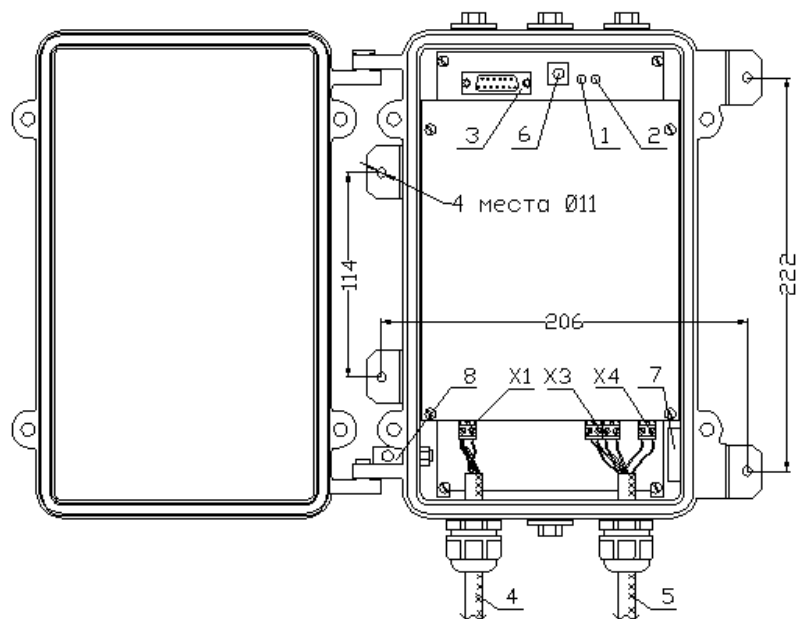

Рисунок 2.2 Блок электронный.
Конструктивно БЭ выполнен в герметичном корпусе, состоящем из двух частей: основания и крышки (рис. 2.2). Крышка поворачивается относительно основания на двух петлях; плотное прилегание к основанию и герметизация внутреннего объема БЭ обеспечивается с помощью уплотнительной прокладки, расположенной на основании. Крышка фиксируется к основанию путём вкручивания 4-х винтов (М8) в крепежные отверстия корпуса.
В нижней части платы электронной (вблизи гермовводов) расположены (рис. 2.2.):
В верхней части платы электронной расположены (см. рис. 2.2.):
- 3.1.2.4 Подключить БЭ к источнику напряжения 10...30 В постоянного тока. При этом светодиодные индикаторы «Тревога» и «Неисправность» (рис. 2.2) могут засветиться на непродолжительное время. Окончание свечения индикаторов по прошествии 40 с с момента подачи питания будет косвенно свидетельствовать о правильности монтажа КЧЭ и готовности изделия к проверке его функционирования.
- Если индикатор «Неисправность» (рис. 2.2) за это время не погаснет, то это свидетельствует о неисправности КЧЭ. Поиск и устранение неисправности производится в соответствии с разделом 5.3 настоящего РЭ.
размыкании (на это время) выходных контактов «Т1» и «Т2» колодки «Х3» на плате БЭ (рис. 2.2).
- 3.2.1.5 Отсоединить от колодки «Х1» любой оконечный проводник чувствительного кабеля (центральный или экран). Наблюдать непрерывное свечение светодиода «Неисправность». С помощью мультиметра убедиться в размыкании выходных контактов «Т1» и «Т2» колодки «Х3» (рис. 2.2).
- 3.2.1.6 Закоротить проводником-перемычкой или металлическим предметом (например, пинцетом) контакты колодки «Х1». Наблюдать непрерывное свечение светодиода «Неисправность». С помощью мультиметра убедиться в размыкании выходных контактов «Т1» и «Т2» колодки «Х3» (рис. 2.2).
- 3.2.1.7 Перевести переключатель «ПИТАНИЕ» в положение ВЫКЛ. С помощью мультиметра убедиться в размыкании выходных контактов «Т1» и «Т2» колодки «Х3» (рис. 2.2).